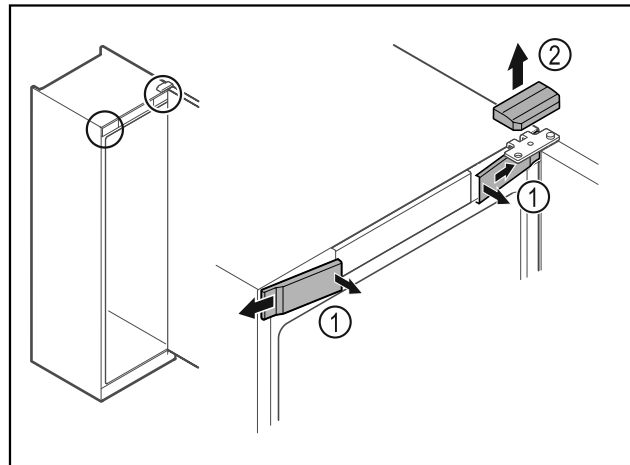

Fig. 11
- ▶ Nxirrni nga foleja kapakët mbulues të përparmë Fig. 11 (1) në pjesën e brendshme dhe hiqini nga anash.
- ▶ Hiqni kapakun mbulues të sipërm Fig. 11 (2) duke e ngritur lart.